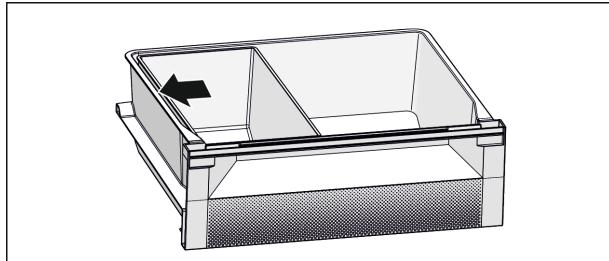

Fig. 6
- Разместите лоток Fish & Seafood. Изображенная позиция обеспечивает оптимальную функцию охлаждения (см. Fig. 6).